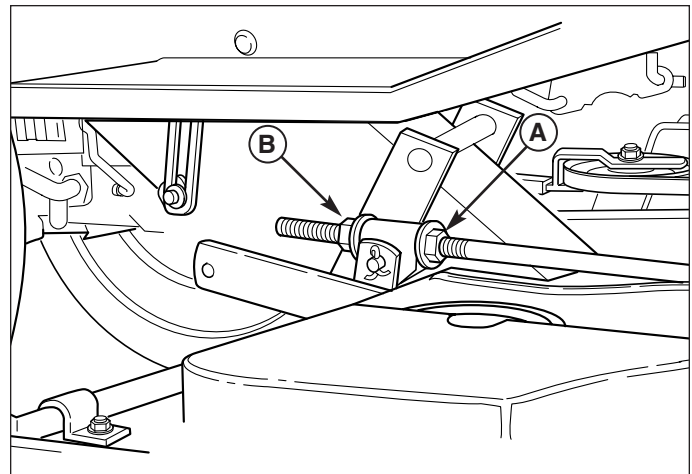

Figure 29. Tige de mise à niveau longitudinale (102 cm)
- Voir la Figure 29. Pour lever l'avant de la plate-forme de la tondeuse, desserrez l'écrou avant (A) et tournez l'écrou arrière (B) contre le support (C).
- Pour abaisser l'avant de la plate-forme de la tondeuse, desserrez l'écrou arrière (B) et le support (C) se déplacera vers l'arrière pour allonger la tige.
- Vérifiez de nouveau les mesures avant de serrer l'écrou avant (A) contre le support.